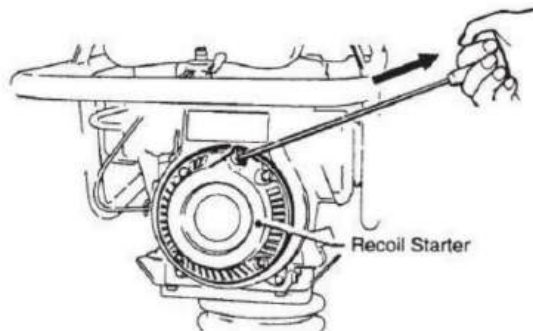

Fig. 8
4. Saisissez la poignée du démarreur à rappel (Fig 8) et tirez-la jusqu'à ce que vous sentiez un léger résistance. Tirez ensuite brusquement et rapidement. Remettez la poignée du lanceur à rappel au boîtier du démarreur avant de le relâcher.